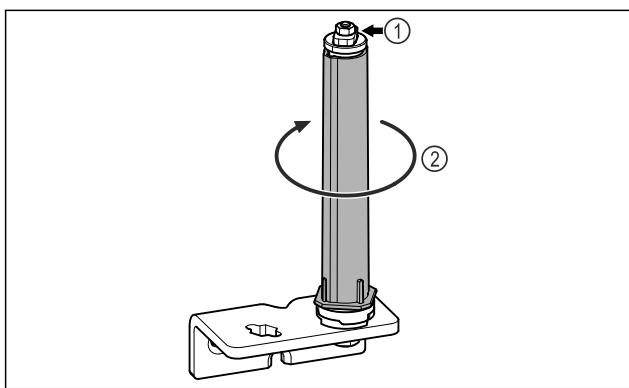

Fig. 23
► Не разбирайте систему закрытия двери Fig. 23 (1).
► Поворачивайте систему закрытия Fig. 23 (2) до щелчка.